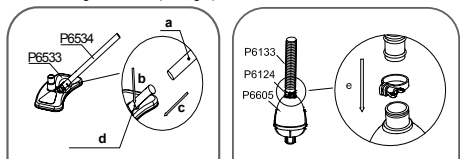

Fig. 2/Abb. 2/Kuva. 2/EIK. 2
1. Connect the vacuum head (P6533) to the pole (P6534) ensuring the spring-loaded pins snap into the pre-drilled holes. (See Fig. 2)
1. Ligue a cabeça do aspirador (P6533) à haste (P6534) verificando que os pínos de mola encaixam nos orifícios existentes. (Veja Fig. 2)
- Conecte el cabezal del dispositivo de vacío (P6533) al mango (P6534) asegurándose de que las clavijas accionadas por muelles se ajustan en los orificios pretaladrados. (Veja Fig.2)
- Den Saugerkopf (P6533) auf die Stange (P6534) aufsetzen und sicherstellen, dass die Federstifte in die vorgebohrten Löcher einrasten. (Siehe Abb.2)
- Sluit de zuigkop (P6533) aan op de paal (P6534) en zorg ervoor dat de veerlussen die in de voorboren zijn geschnitten zijn. (Zie Fig. 2)
- Unire la testa del sistema di aspirazione (P6533) all'asta (P6534) assicurandosi che le linguette a molla scattino in posizione (Vedere Fig. 2).
- Fixez la tête de l'aspirateur (P6533) au manche (P6534) en vous assurant que les linguets à ressort s'enclenchent dans les ouvertures percées. (Voir Fig.2)
- Наденьте головку вакуум-отсоса (P6533) на ручку (P6534), при этом подпружиненные кнопки должны попасть в отверстия. (См. Рис.2)
- Połącz głowicę odkurzacza (P6533) do rurki (P6534), sprawdzając, czy zawleczki sprężynowe zatrzaskują się w uprzednio wywierconych otworach. (Patrz Rys.2)
- Koppla vakuummunstycket (P6533) till skafvet (P6534) och försäkra dig om att de fjäderstiften fäster fast i de förborade hålen. (Se Fig.2)
Pvc. 2/Rys. 2/2. Ábra